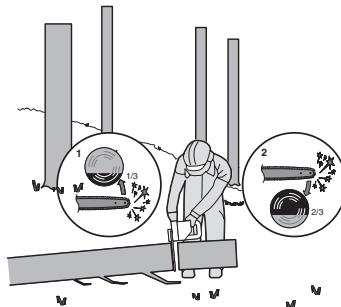

Bild 4
När stocken stöttas i ena änden, så som visas på bild 4, sågas in 1/3 diameter från undersidan (kapning från undersidan) (1). Avsluta med att kapa från ovanstånd för att möta det första snittet (2).